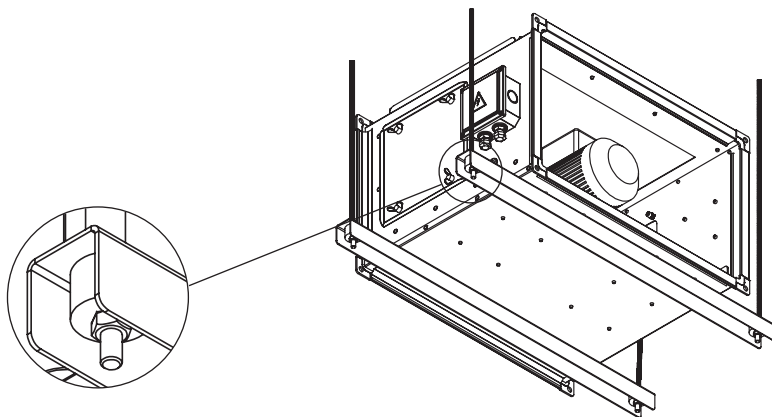

Рисунок 1
6.2.6 Для монтажа необходимо использовать traversу с резиновой виброшайбой и шпилькой (рис. 1). Данное решение помогает исключить передачу вибрации на ограждающие конструкции помещения.